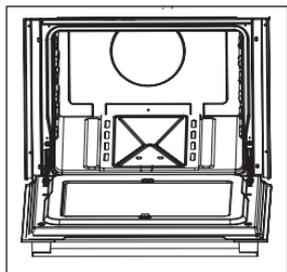

Fig. 23
- Abra totalmente la puerta del horno ver fig 23.